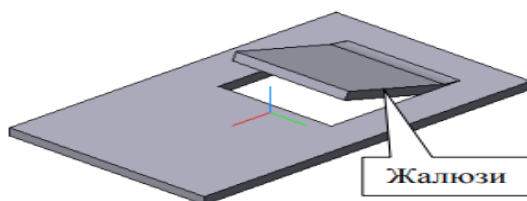

Рис. 15
- контур в эскизе штамповки может быть замкнутым или разомкнутым; Рис. 15
99. Дать полную характеристику построенного в системе КОМПАС-3D и представленного на рис. 15 жалюзи?